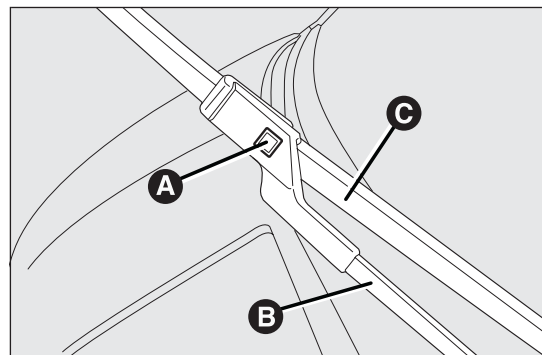

fig. 139
- soulever le bras A fig. 139 de l'essuie-glace et placer le balai de manière à former un angle à 90° avec le bras en question ;
- appuyer sur le bouton A et enlever du bras B fig. 139 le balai C fig. 139 ;